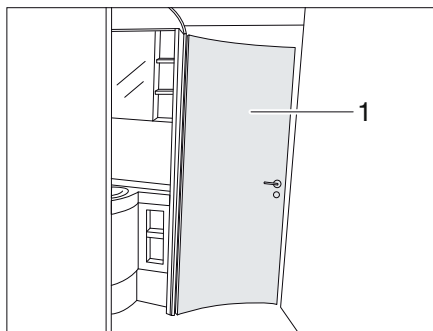

Bild 236 Badrum
Toalettdörren (Bild 236,1) kan låsas i 1-3 olika öppningsvidder, beroende på utförande, till ett badrum. Beroende på vald öppningsvidd förbinds olika rumsdelar med varandra.
- ▷ Toalettdörren (Bild 236,1) får inte användas som rumsavskiljare under körning. För dörren i normalläge (toalettområde isolerat).